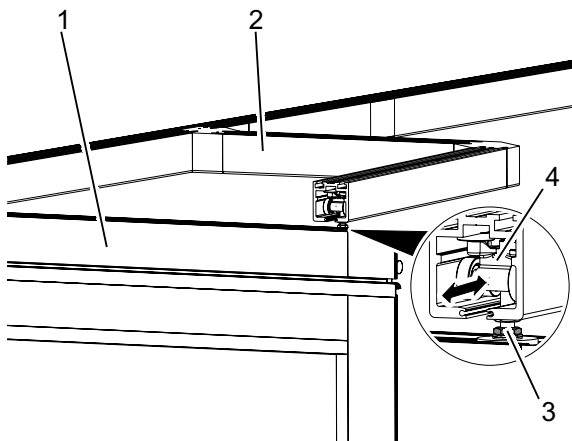

Abb. 18: Laufwagen verschieben
- Den Flügel (Abb. 18/1), der zuerst im Bahnhof (Abb. 18/2) parken soll, in den Bahnhof schieben.
- Mutter (Abb. 18/3) beim abzweigenden Laufwagen (Abb. 18/4) leicht lösen.
- Mutter (Abb. 18/3) am Laufwagen festziehen.